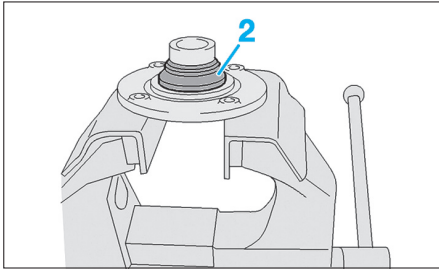

Fig. 33
- Extraire le moyeu avec la demi-cage intérieure de roulement (2) (Fig.33).